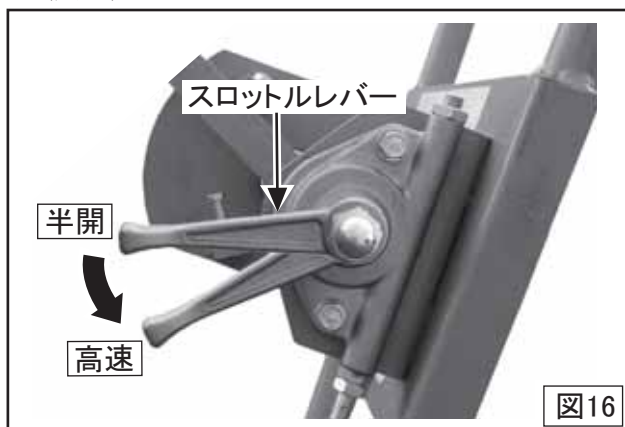

図16
- 5 エンジンが始動したら、エンジン音で確認しながらチョークレバーを戻します。作業を行う場合はスロットルレバーを高速(全開)にします。始動後は必ず3～5分間低速で暖機運転を行います。特に寒冷時は必ず実行してください。(図16)